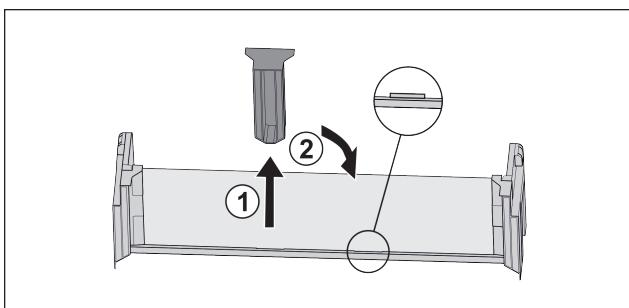

Fig. 26
► Snemite sredinski držalni del Fig. 26 (1).
► Sredinski držalni del vstavite na drugem položaju Fig. 26 (2).